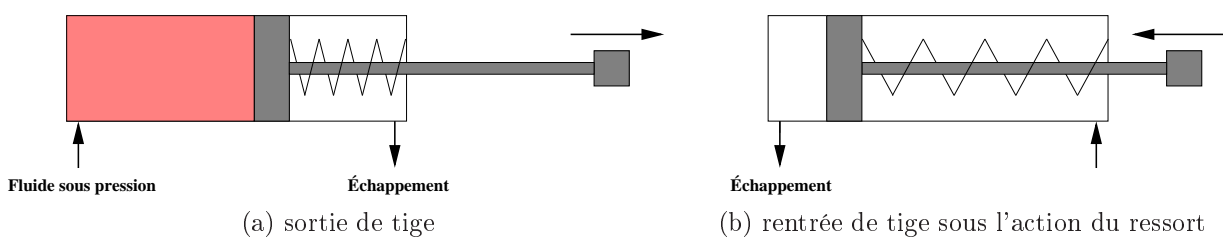

FIG. 2: Vérin simple effet
- Les vérins *simple effet* ne peuvent produire un effort significatif que dans un seul sens. Le rappel de la tige est généralement assuré par un ressort (figure 2).